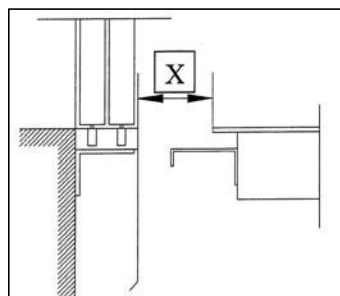

fig.3
- Verificare la distanza "X" prevista sui disegni di progetto, per un corretto posizionamento della cabina rispetto alle porte di piano vedi fig.3.
- *Check that dimension "X" is in accordance with the dimension shown on the project drawing, between sills of the doors, see fig.3.*